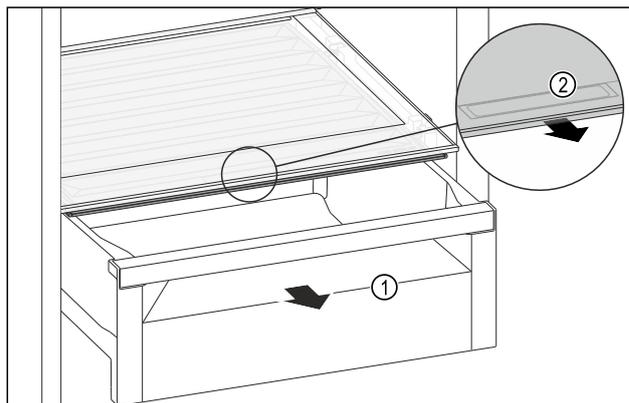

Fig. 110
- ▶ Extraer el compartimento Fig. 110 (1).
- ▶ Agarrar el tirador empotrado Fig. 110 (2) en la tapa del compartimento y tirar de la tapa del compartimento hacia delante al mismo tiempo.